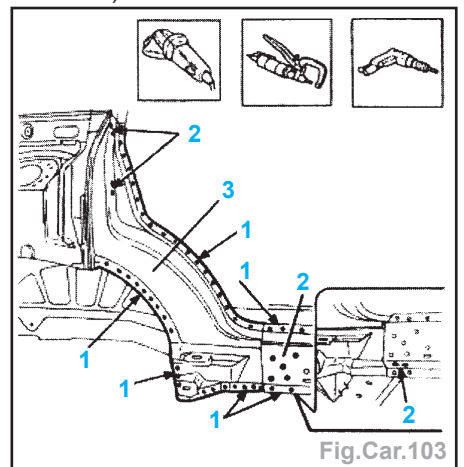

Fig.Car.103
- Dépointer à la perceuse (2) et avec une fraise (1) les points de soudure (Fig. Car.103).